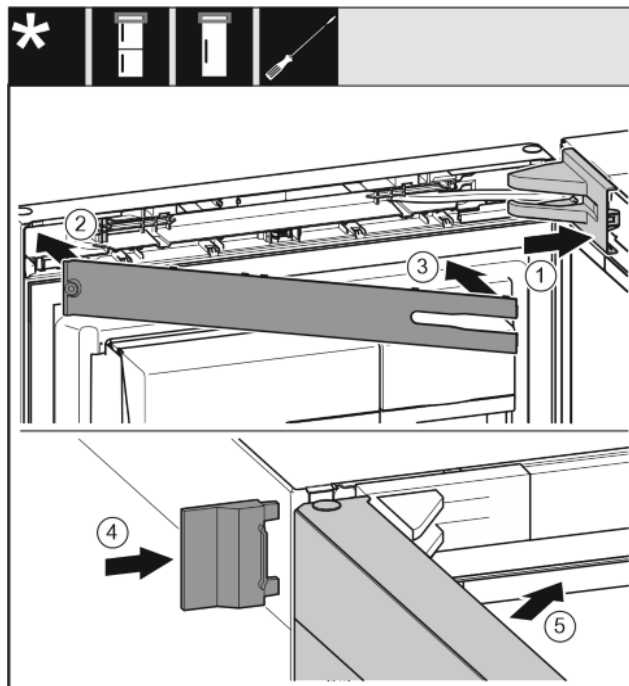

Fig. 40
- ▶ Așezați apăraoarea suporturilor de lagăr și fixați-o în poziție, după caz, desfaceți-o prin apăsare cu precauție. Fig. 40 (1)
- ▶ Așezați masca. Fig. 40 (2)
- ▶ Rabatați în interior și fixați în poziție masca. Fig. 40 (3)
- ▶ Împingeți apăraoarea exterioară. Fig. 40 (4)
- ▶ Închideți ușa superioară. Fig. 40 (5)